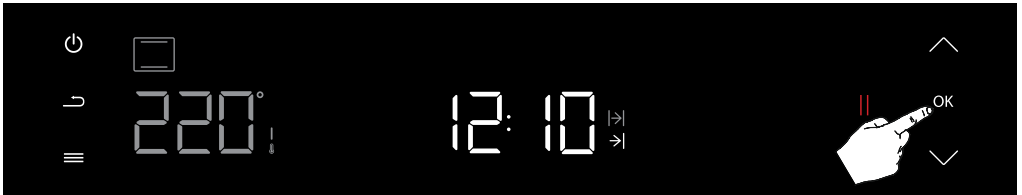

Abbildung 26
Drücken Sie einmal die Bestätigungstaste (OK), um die Funktion des zeitversetzten Garens zu aktivieren. (Siehe Abb. 26) Garen wir, indem wir die Garzeit, die wir auf **12:10** eingestellt haben, um **20 Minuten** verschieben: